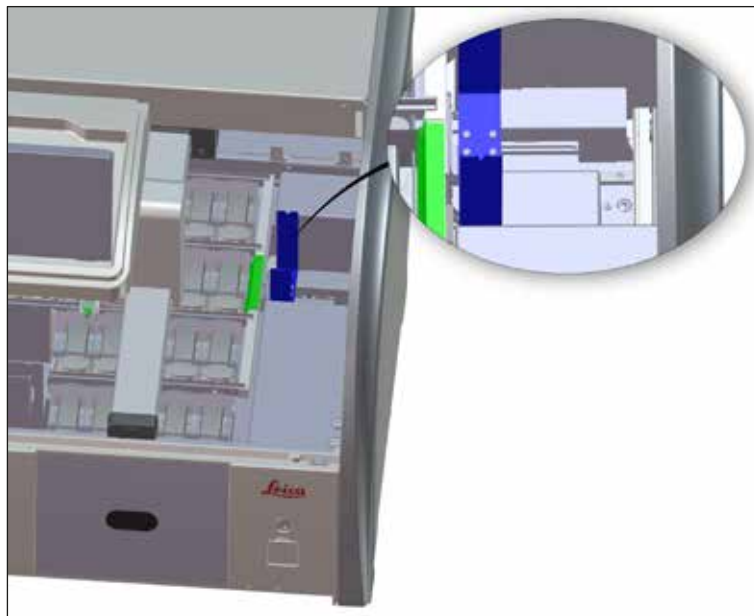

Fig. 96
- Verificați în mod regulat stația de transfer (→ "Fig. 96") pentru reziduurile de reactivi și, dacă este necesar, curățați-o cu un agent de curățare ușor, cu o valoare neutră a pH-ului.